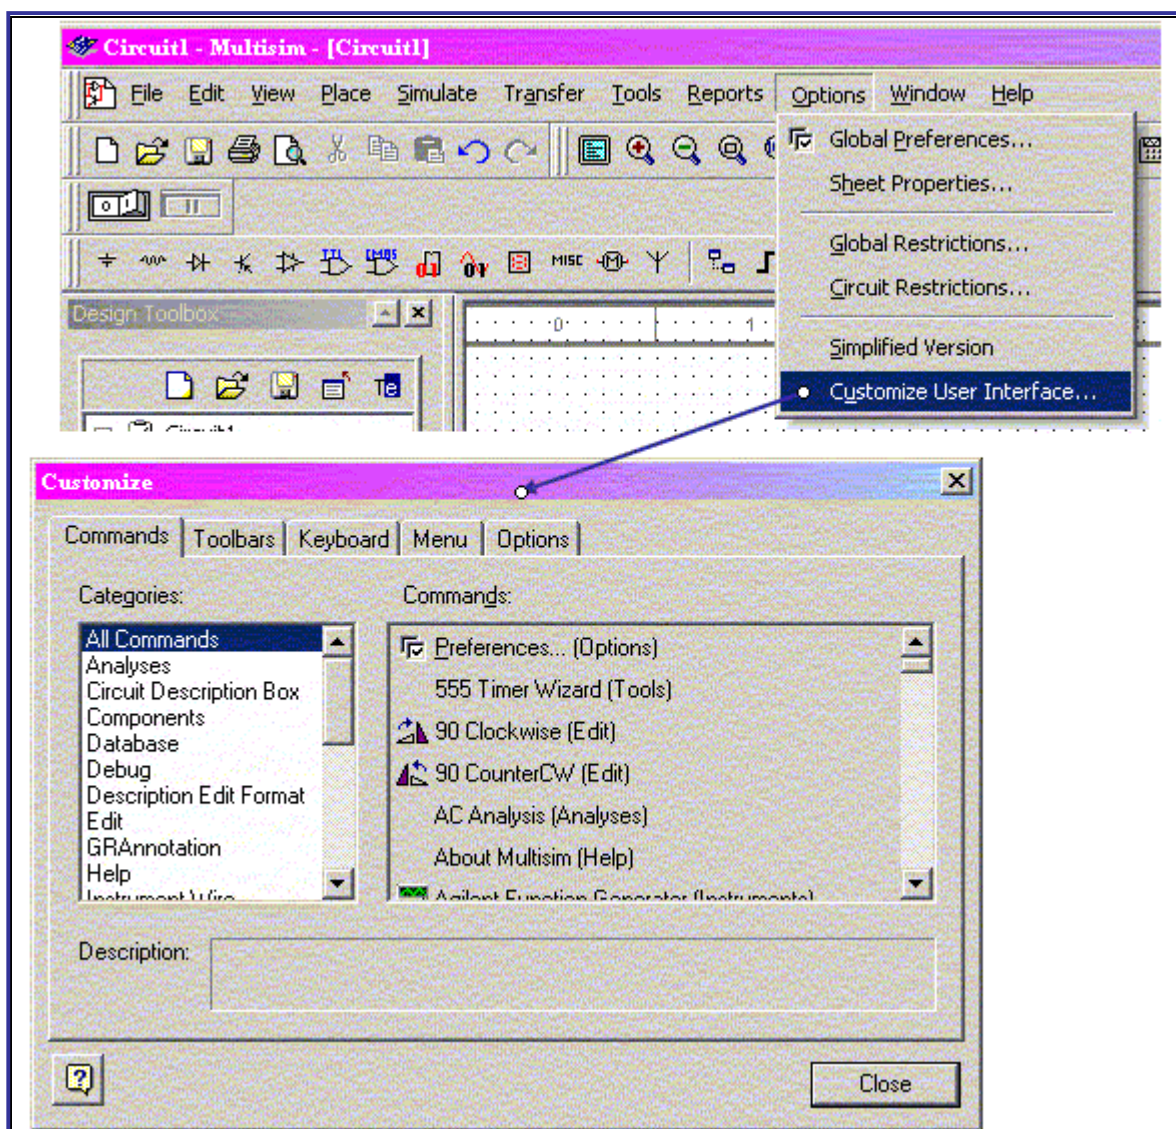

Рисунок 1.15 – Настройка интерфейса
- выбрать **Options** ® **Customize User Interface** (смотри рисунок 1.15)